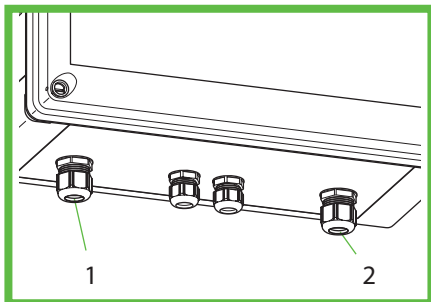

Imagen 13: Conexiones
- ▶ Pase la línea de suministro eléctrico por el prensaestopas (Imagen 13, pos. 1).